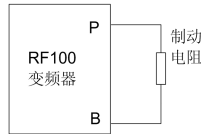

图 4-1
18.5KW 及以下规格 RF100 变频器的制动电阻连接如图 4-1 所示。